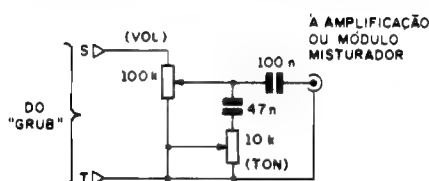

Fig.6
- FIG. 6 - ADICIONANDO CONTROLES À SAÍDA DO GRUB - O sinal básico gerado pelo GRUB é "flat", uniforme e constante em seu nível e distribuição equitativa das faixas tonais (não há ênfases - aliás porque isso constitui a própria definição de "ruído branco"... - nos graves ou nos agudos, etc.). Para um perfeito aproveitamento na simulação de sons "naturais" (vento, chuva, mar, etc.), torna-se necessária uma certa "ondulação", uma variação periódica e mais ou menos aleatória (ainda que lenta, em alguns casos...) desses parâmetros... Tais variações podem, perfeitamente, serem promovidas por controles manuais (potenciômetros), conforme sugere o pequeno diagrama, que inclui um controle de nível (volume) e um de tonalidade. O conjunto deve ser acoplado à saída do GRUB (pontos "S-T"), ficando entre este e o bloco seguinte, seja um misturador, seja um amplificador de Potência, seja uma Entrada de Gravação, etc. Para uma atenuação confortável (já que é o próprio operador quem dará o "ritmo" da simulação, do "ondular" de tons que simula o vento, por exemplo...) recomenda-se que os potenciômetros sejam do tipo deslizante, de curso longo, proporcionando assim uma boa gama "física" para os controles... Se o Leitor/Hobbysta pre-